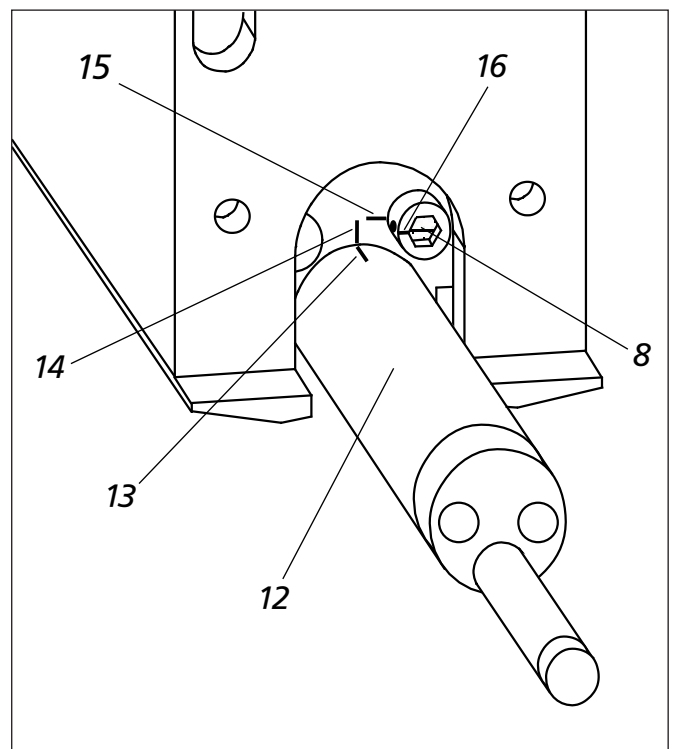

Abb. 3
2. Die Tasterklemmung lösen (s. Abb. 3):